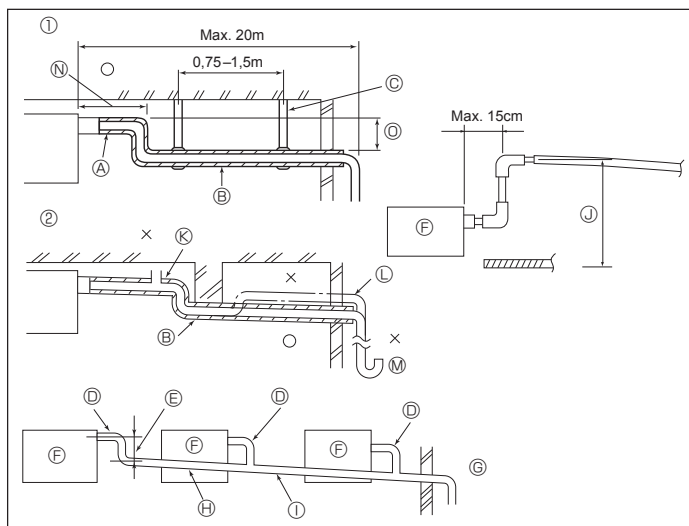

Fig. 3-4
- Nouer les courroies fournies ④ aux deux extrémités (15 - 20 mm) de la gaine de tuyau ③.
- Ⓓ Gaine de tuyau ③
3.3. Mise en place du tuyau d'écoulement (Fig. 3-4)
- ① Tuyautage correct
- ② Tuyautage erroné